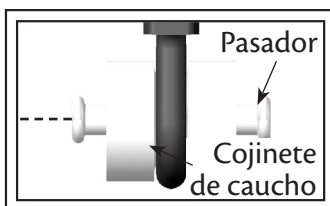

Fig. 7a
8. Asegúrese que el pasador esté centrado en el casquillo de caucho (vea la Fig. 7a).